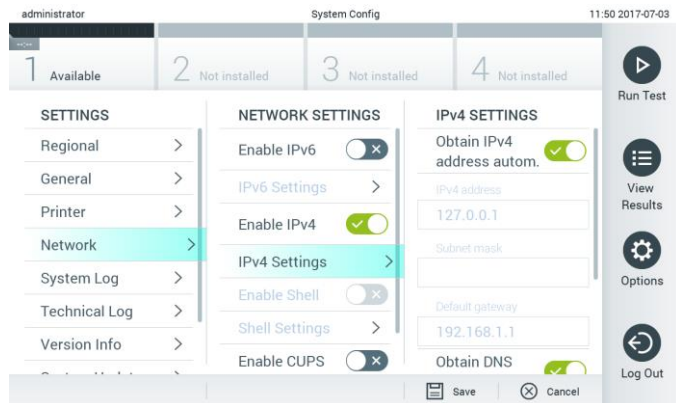

Figura 62. Definindo as configurações de rede.
2. Selecione Network (Rede) a partir da lista de configurações na coluna esquerda (Figura 62, página seguinte).